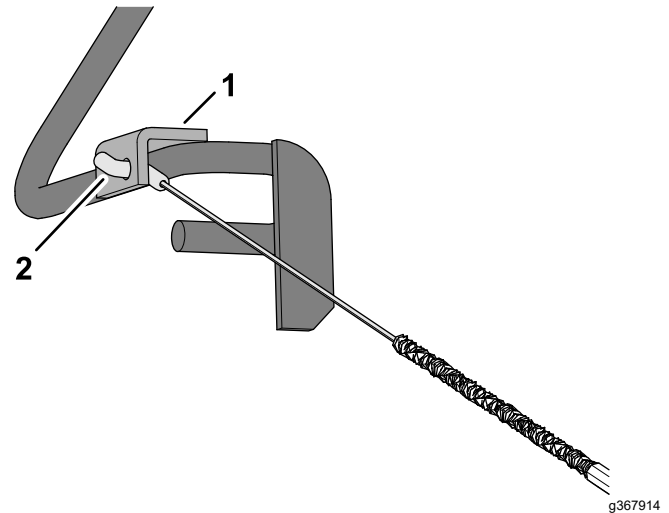

Figure 10
2. Insérez la fixation du câble dans le trou du support de la barre de présence de l'utilisateur, comme montré à la Figure 10.